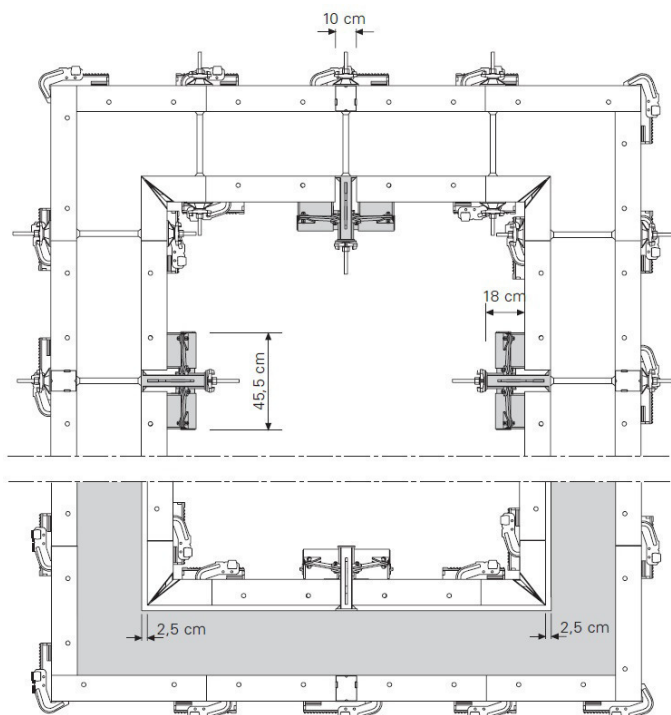

Рис. 63
- Установка тяжей осуществляется через шахтный элемент (Рис. 63)
(Рис. 63а, 63б)
Рис. 63а
Рис. 63б